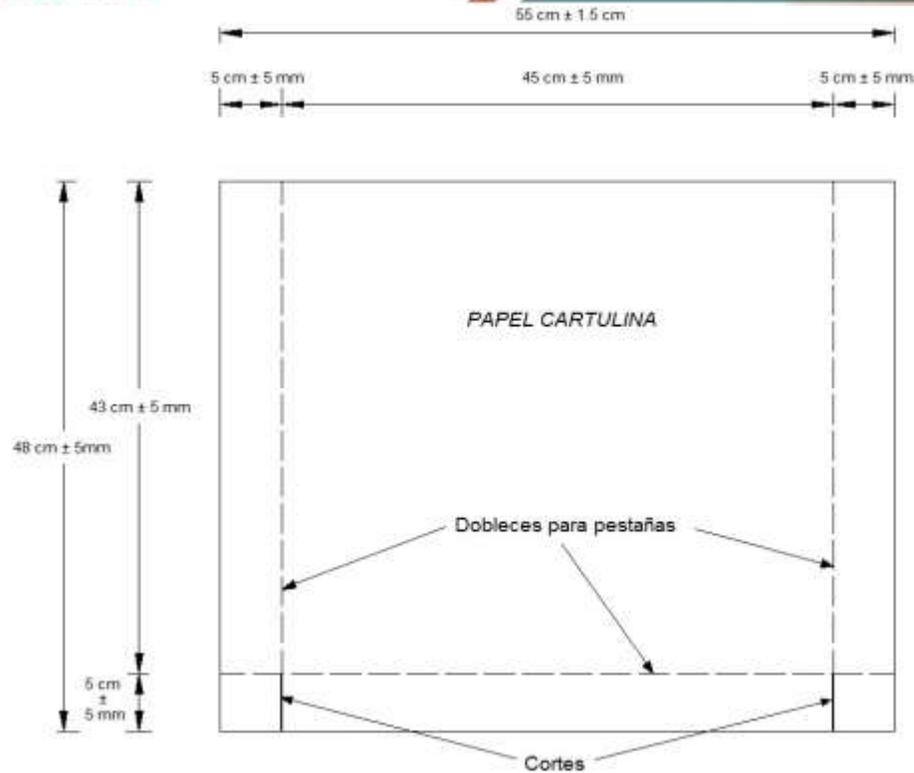

Figura 3. Detalles del papel cartulina para la fabricación de la cara del muro o paramento del modelo.
- a. Cara del muro o paramento (Ver Figura 3). - Fabricado a base de papel cartulina de 180 gr/m^2 . Comercialmente este material posee medidas aproximadas de 22" x 28" (Office Depot SKU #25054. Paquete de 10 piezas).